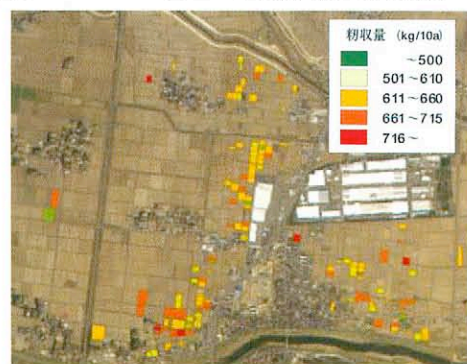

図6 収量マップの例
- 1) FARMSと組み合わせることにより情報付きほ場(収量マップ)を構築することができ、高度な施肥管理等によって収穫物の高付加価値化が期待されま(図6)。